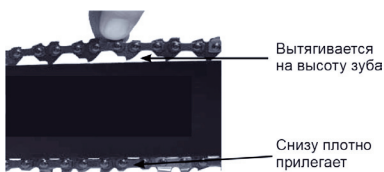

Рис.9
2. Вращайте наружное кольцо до тех пор, пока цепь не будет плотно прилегать к нижней части шины без провиса, на середине шины цепь должна выходить из направляющего паза примерно на высоту зуба (Рис.9). Нажмите на выключатель пилы и протасайте цепь по шине. Цепь должна двигаться свободно.